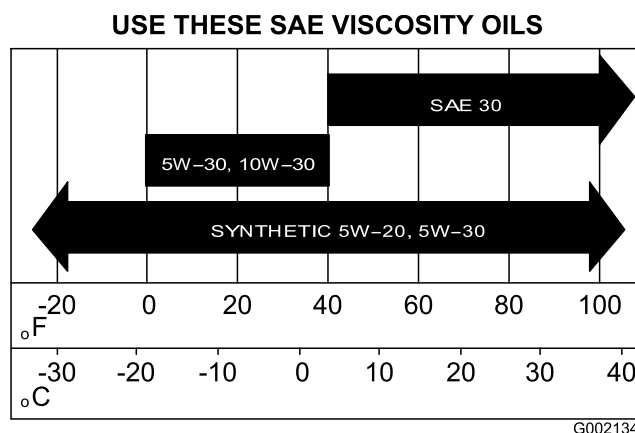

Figura 42
- Riempite la coppa con olio specificato; fate riferimento a Figura 42 in Cambio dell'olio \(Modelli 07273 e 07273TC\) (pagina 35).